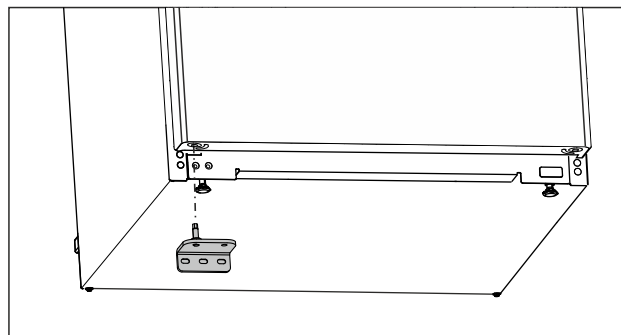

Fig. 21
- ▶ Helyezze be az alsó csapágybakot az ellenkező oldalra. (lásd Fig. 21)